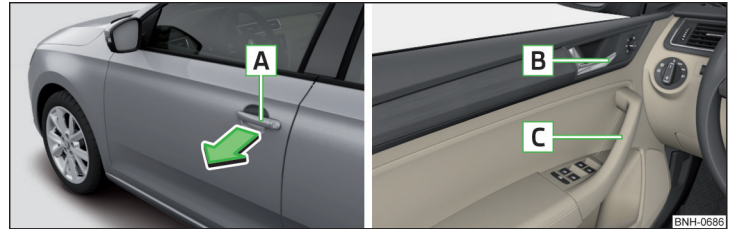

Abb. 50 Türgriff/Türöffnungshebel
- Zum **Öffnen von außen** das Fahrzeug entriegeln und am Türgriff **A** in Pfeilrichtung ziehen » Abb. 50.